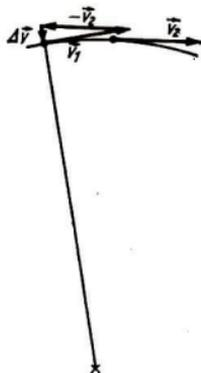

Bild 75
2.47 Der Beschleunigungsvektor hat die Richtung des Vektors der Geschwindigkeitsänderung. Wir bilden grafisch die Differenz der Geschwindigkeitsvektoren in zwei benachbarten Punkten. Diese Differenz ist der Vektor der Geschwindigkeitsänderung (Bild 75). Der Beschleunigungsvektor $\alpha = \Delta v / \Delta t$ zeigt zum Mittelpunkt der Kreisbahn.